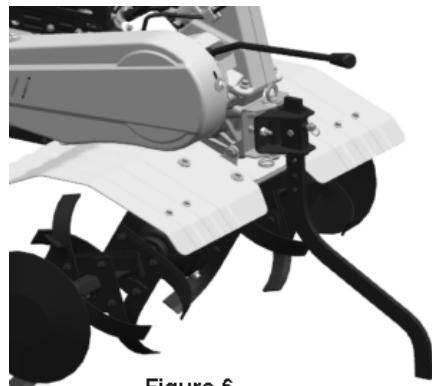

Figure 6
- Uregulować wysokość pręta głębokości, aby zmniejszyć głębokość pracy. W celu zwiększenia głębokości roboczej należy obniżyć dźwignię; aby zmniejszyć głębokość spulchniania gleby, podnieść dźwignię regulacyjną (patrz rys. 6).